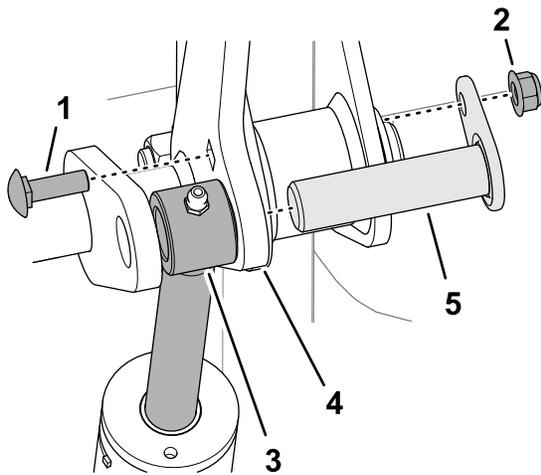

**Figura 18**
- Monte el cilindro de elevación del apero trasero en el eje de montaje del bastidor trasero (Figura 18).